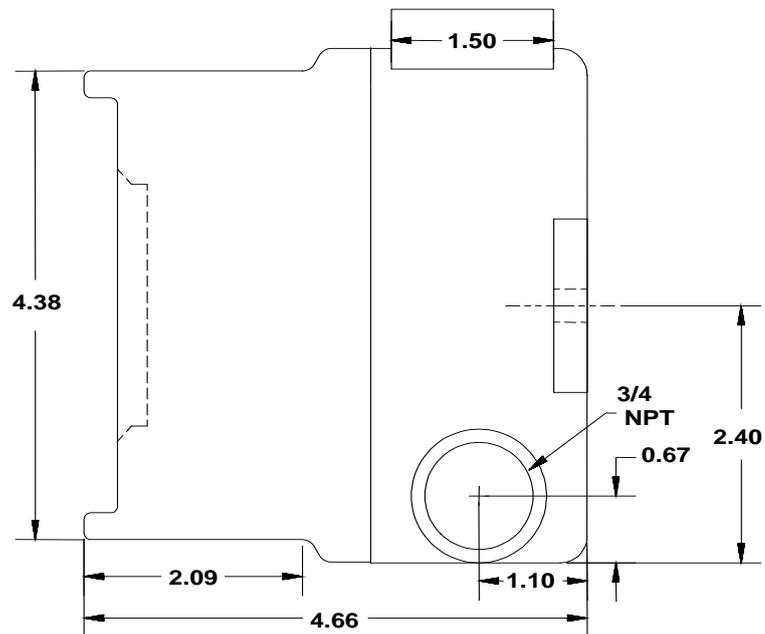

Рис. 6. Корпус детектора SS4-AUV/-AUV2 — вид сбоку
- а. Вставьте кабели в основание металлического корпуса через один из кабельных вводов. См. рис. 6
- а. Вставьте провода реле в основание корпуса детектора через один из кабельных вводов. См. рис. 6.